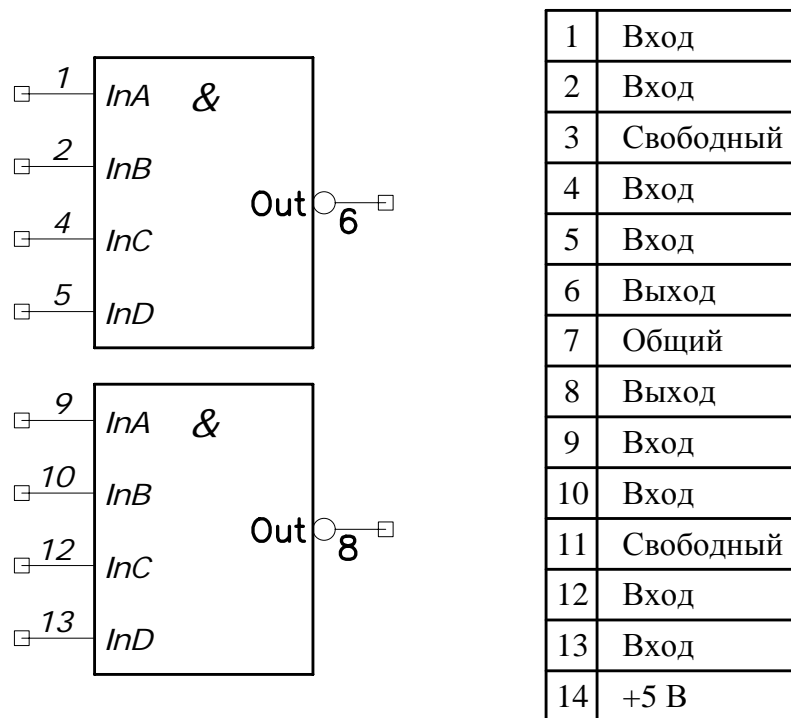

Рис.4.2.6. Цоколевка микросхемы 133ЛА6.
- Заполним эту таблицу в соответствии с цоколевкой микросхемы (рис.4.2.6).